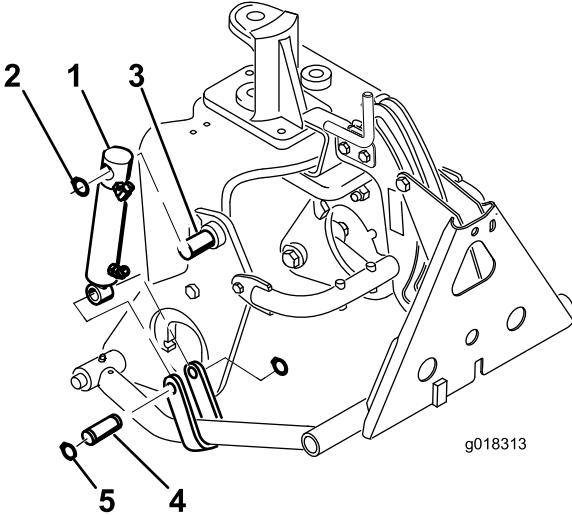

Figure 12
- Montez le haut du corps du vérin hydraulique sur la goupille de la plaque de support droite avec une bague de retenue (Figure 12). Les orifices hydrauliques du vérin doivent être positionnés vers l'avant.
- Montez la tige de vérin sur les fixations des bras de poussée avec une goupille et 2 bagues de retenue (Figure 12).